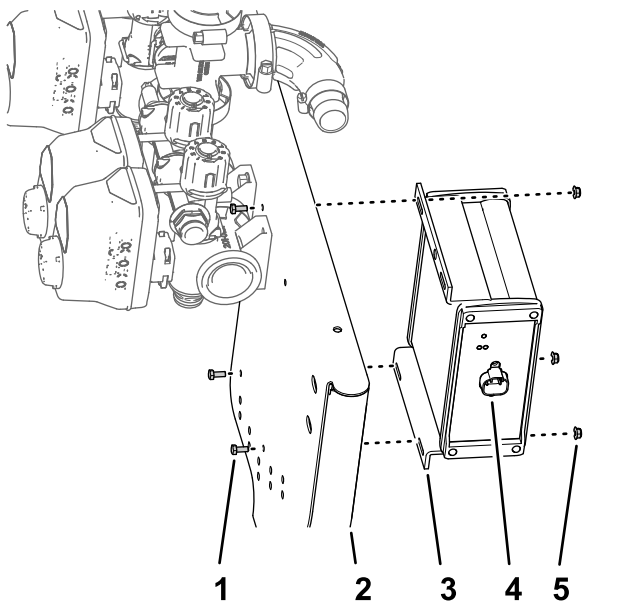

Рисунок 96
1. Установите контроллер опрыскивателя ASC 10 на передней стороне опоры крепления клапанов так, чтобы 4-штыревой разъем был направлен наружу (Рисунок 96).
- Установите контроллер опрыскивателя на опору крепления клапанов (Рисунок 96) с помощью 3 болтов (4 x 10 мм) и 3 фланцевых контргаек (4 мм).